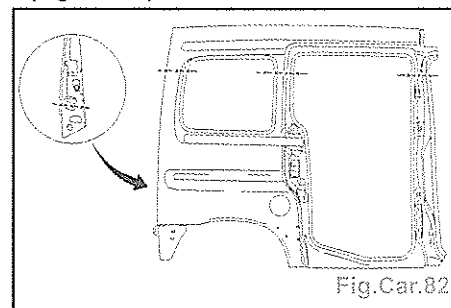

Fig.Car.82
- Tracer puis découper à l'aide d'une scie (Fig.Car.82).